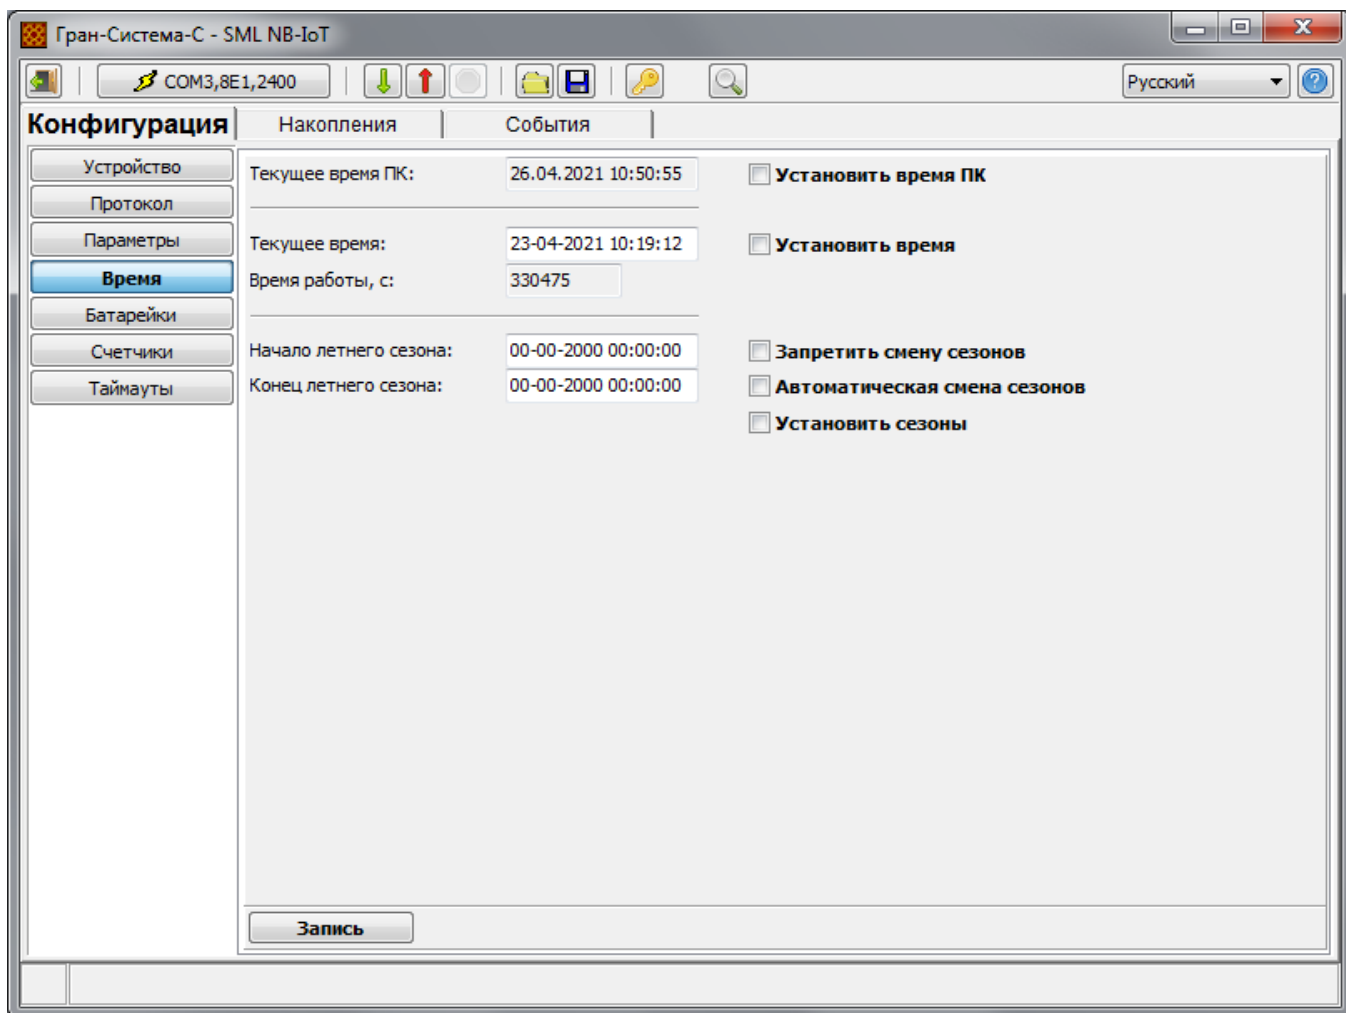

Рисунок 17 – Закладка «Конфигурация» «Время»
3.2.11.1 На закладке «Конфигурация» «Время» задаются параметры времени и сезонов (рисунок 17):